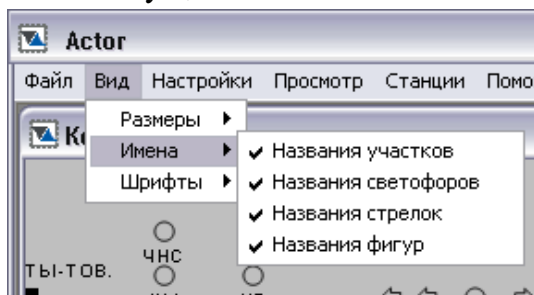

Рис. 4
- «Имена». Подпункт позволяет корректировать вид схемы, убирая или добавляя подписи отдельных элементов схемы станции или перегона. Галочка, расположенная у какого-либо подпункта, показывает, что отображение имен данного элемента включено (Рис. 4). Для того, чтобы исключить из схемы названия каких-либо элементов, необходимо убрать галочку, соответствующую выбранному элементу. Для этого необходимо нажать на выбранный подпункт меню. Включение отображения скрытых названий осуществляется аналогичным способом.